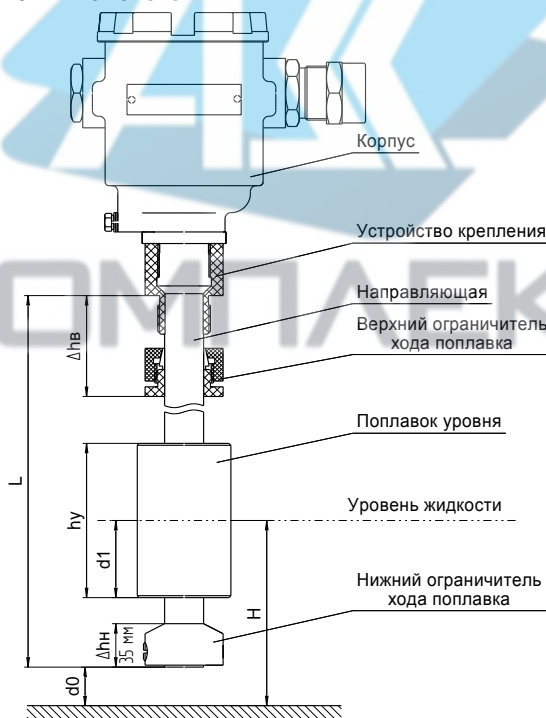

Рисунок 4
2.1.11 Нижний предел измерений уровня H_n (рисунок 4) определяется по формуле, мм:
– параметр **d0** учитывает отступ от дна резервуара. Это расстояние от дна резервуара до нижней торцевой поверхности направляющей (рисунок 4). Величина отступа может быть как положительной, когда вышеуказанная поверхность находится выше дна резервуара, так и отрицательной, когда вышеуказанная поверхность находится ниже дна резервуара.
– параметр **d1** учитывает глубину погружения поплавка уровня (рисунок 4). Глубина погружения поплавка устанавливается в зависимости от типа контролируемой среды (плотности жидкости) в соответствии с приложением Д или определяется экспериментально.